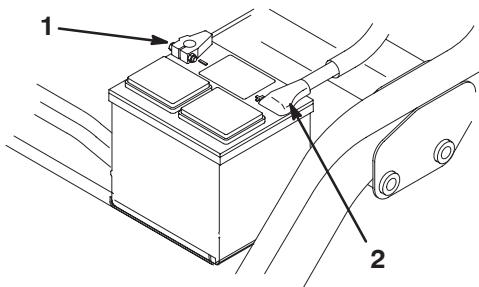

Figure 6
7. Commencez par raccorder le câble positif (rouge) de la batterie à la borne positive (+) et le câble négatif à la borne négative (-), et serrez les colliers à l'aide des vis et écrous (Fig. 6). Placez le capuchon protecteur sur la borne positive pour éviter les courts-circuits.